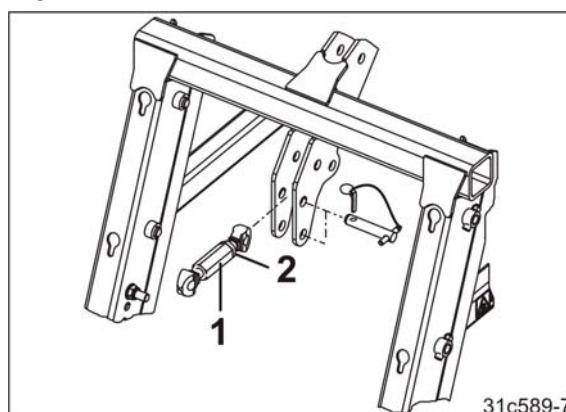

Fig. 109
8. Fastgør topstangen (Fig. 109/1) på det øverste koblingspunkt (kat. II) på såmaskinen.
10. Juster såmaskinen, så den står lige, ved at forlænge eller forkorte topstangen. Lås topstangens indstilling med kontramøtrikken (Fig. 109/2).